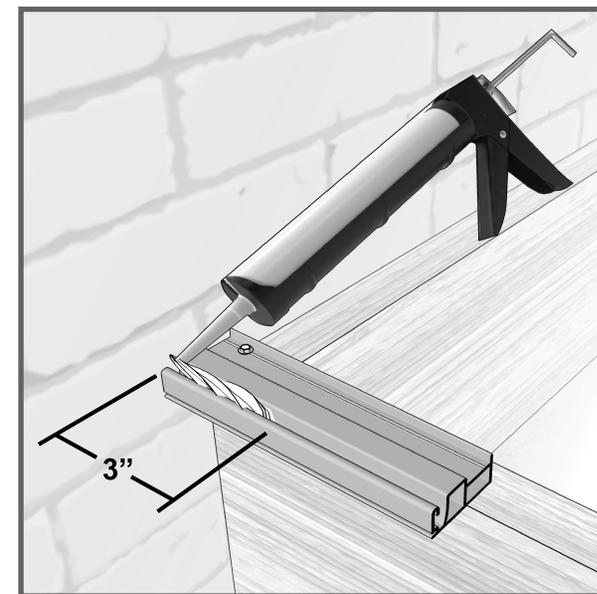

FIGURE 3
- À l'aide de scellant, remplir la rigole de chacune des pièces "A" et de chacune des planches "B", là où elles rencontrent le mur. (figure3)
- Appliquer sur une distance de 3" seulement pour empêcher l'eau de remonter dans la moulure et de fuir le long du mur. (figure3)